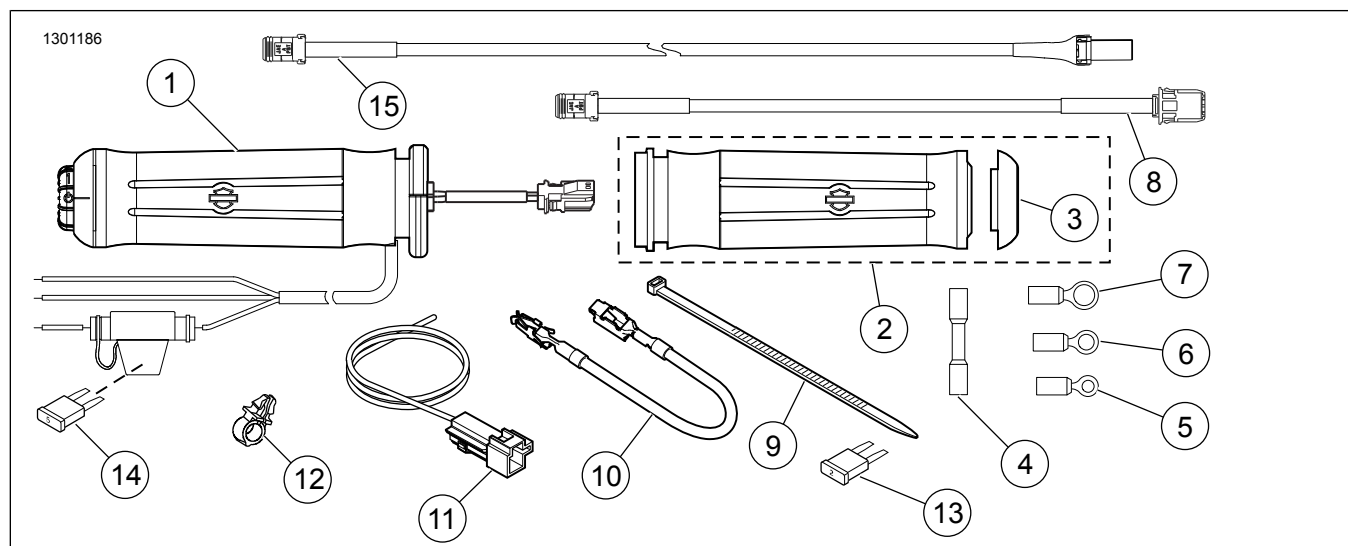

Figura 8. Componente de service, kituri de mânere încălzite
2. Consultați Figura 8 . Folosiți colierele pentru cablu (9) din kit pentru a fixa cablajul mânerului de cablajele existente de-a lungul cadrului vehiculului. **Modelele de după 2014:** Continuați după Pasul 15.